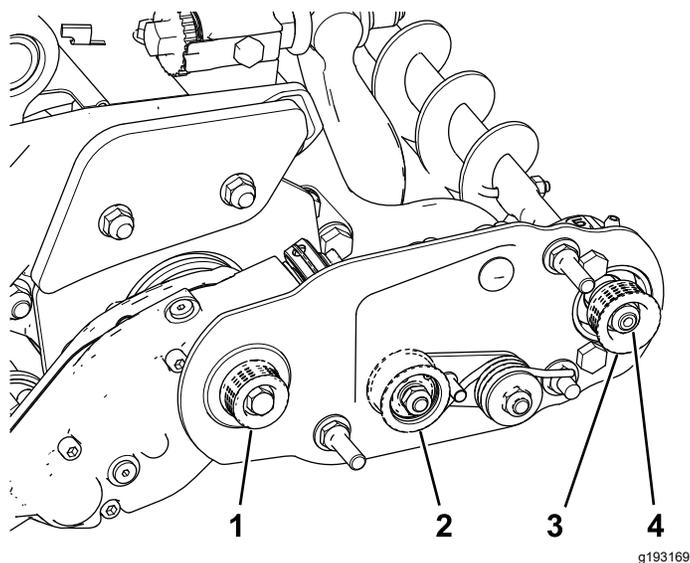
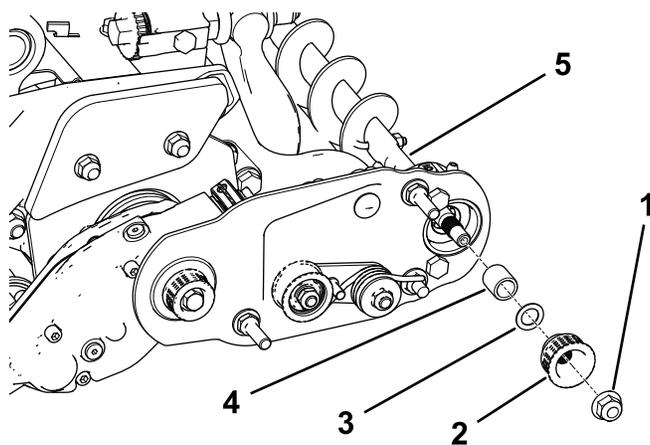

Figura 21
Figura 22
1. La puleggia condotta (all'albero della spazzola per rullo) può spostarsi in dentro o in fuori (Figura 21).
cinghia per staccarla dalla puleggia motrice (Figura 21)
3. Togliete il dado di bloccaggio che fissa la puleggia condotta all'albero della spazzola (Figura 21 o Figura 22).
4. Rimuovete la puleggia condotta dall'albero (Figura 22).
5. Se occorre spostare in fuori la puleggia, aggiungete una rondella dello spessore di 0,8 mm (Figura 22).